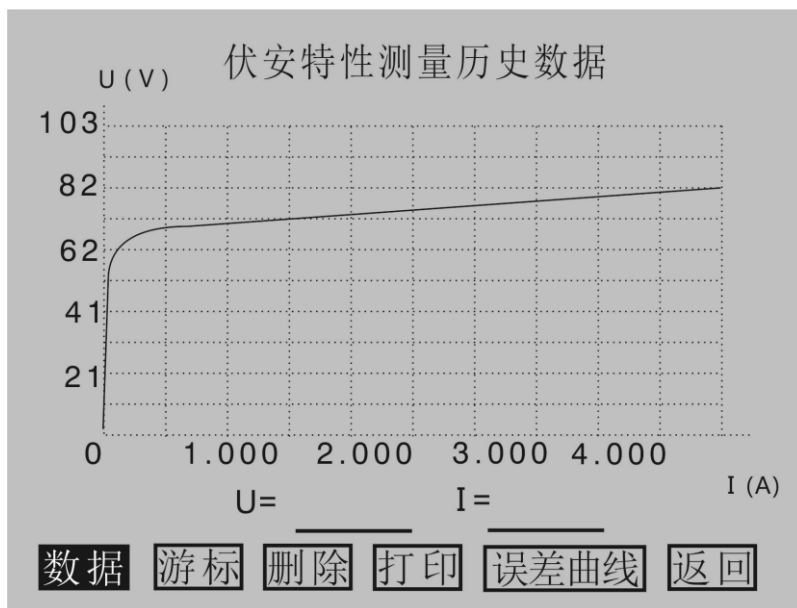

图 3.16 伏安特性测量历史数据
5. **查询**：选定数据后，通过旋转鼠标将光标移动至**查询**选项并按下，将弹出伏安特性测量历史数据操作界面，如图 3.16 所示。在伏安特性测量历史数据操作界面下，**删除**选项可删除本组历史数据；**数据**、**打印**、**误差曲线**选项的意义和操作跟伏安特性试验结果操作界面里面的对应选项相同，用户可参考 3.1.4 CT 伏安特性试验结果操作说明；**返回**可返回到伏安特性记录查询界面。